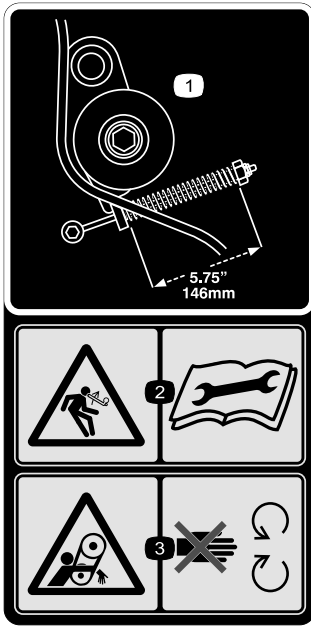

Figure 33
1. Vérifiez que la tension de la courroie est correcte en comprimant le ressort de tension à 146 mm ; voir Figure 33.